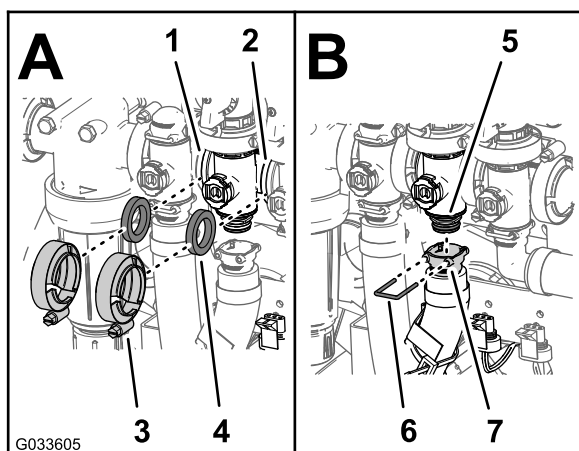

Рисунок 128
2. Смонтируйте перепускной клапан перемешивания, прокладку и коллектор клапана перемешивания с помощью фланцевого хомута, затянув его вручную (Рисунок 128).
3. Установите прокладку между фланцами клапана управления нормой внесения и коллектором клапана перемешивания (Рисунок 128А).
4. Смонтируйте клапан управления нормой внесения, прокладку и коллектор клапана перемешивания с помощью фланцевого хомута, затянув его от руки (Рисунок 128А).
5. Установите прокладку между фланцами коллектора клапана перемешивания и главного клапана стрелы (Рисунок 128А).
6. Смонтируйте коллектор клапана перемешивания, прокладку и главный клапан стрелы с помощью фланцевого хомута, затянув его от руки (Рисунок 128А).
7. Установите выпускной штуцер на штуцер муфты в нижней части коллектора клапана перемешивания (Рисунок 128В).
8. Закрепите выпускной штуцер на штуцере муфты, вставив держатель в гнездо выпускного штуцера (Рисунок 128В).